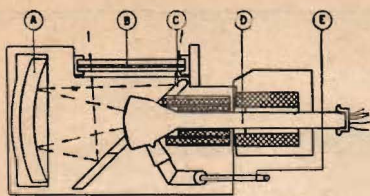

Fig. 14. Optiska systemet i Philips televisionsmottagare.
optiskt system, vars princip framgår av fig. 14. Längst t. h. synes katodstråleröret med dess avlänkningsspolar (D). Bilden på skärmen uppfångas av den konkava spegeln (A), som återkastar ljuset mot en plan spegel (C), som i sin tur kastar ljuset genom en korrektionslins (B) upp mot den matta glasskiva på vilken bilden framträder. Genom de relativt små dimensionerna hos katodstråleröret är det ganska lätt att åstadkomma en mycket kraftig förstoring med små komponenter. Av fig. 13 framgår storleken hos projektionseenheten. På bilden synes även det katodstrålerör, som kommer till användning i projektionssystemet.